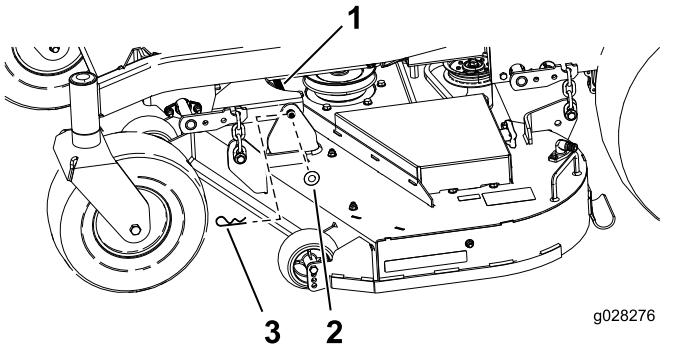

Figure 77
6. Retirez la goupille fendue et la rondelle qui fixent l'axe de liaison au cadre et au plateau, et déposez l'axe (Figure 77).
9. Fixez l'axe de liaison avec les goupilles fendues et les rondelles retirées précédemment (Figure 77).